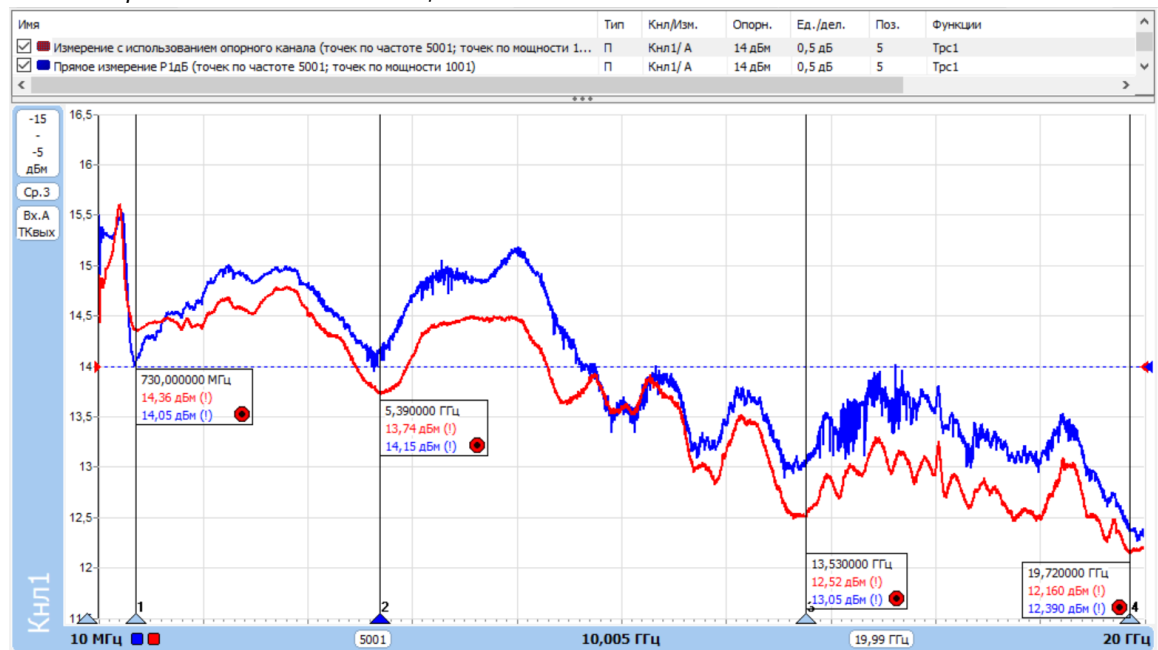

Рисунок 20. Результаты измерений точки компрессии по выходу устройства.
12. Результаты измерений точки компрессии по выходу устройства, использованного в качестве примера, приведены на рис. 20.